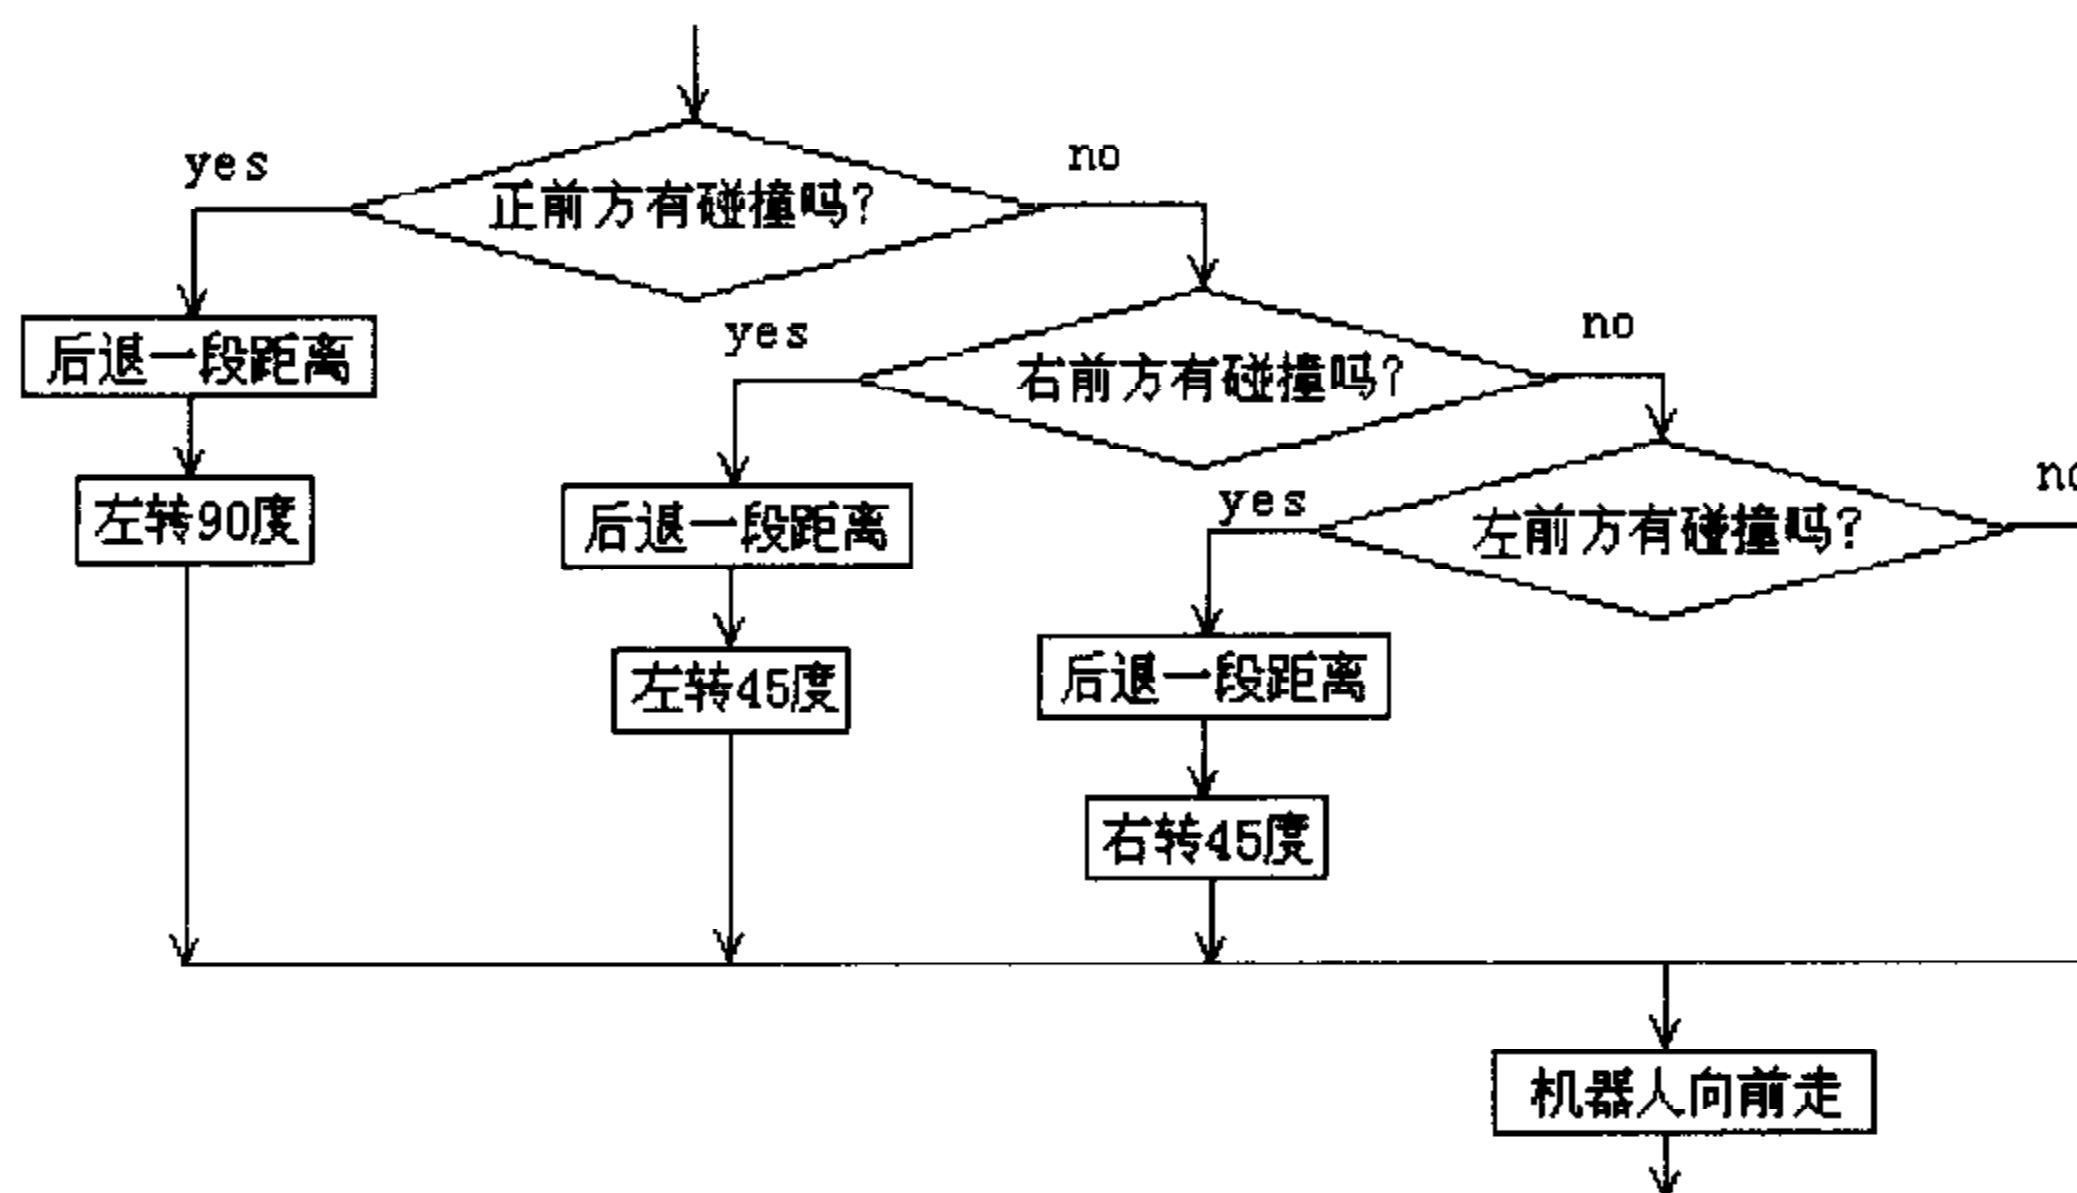

图 3.15 前方避碰程序流程图
(3) 看懂机器人避开来自正前方、左前方和右前方的碰撞程序的部分流程图, 如图 3.15 所示。